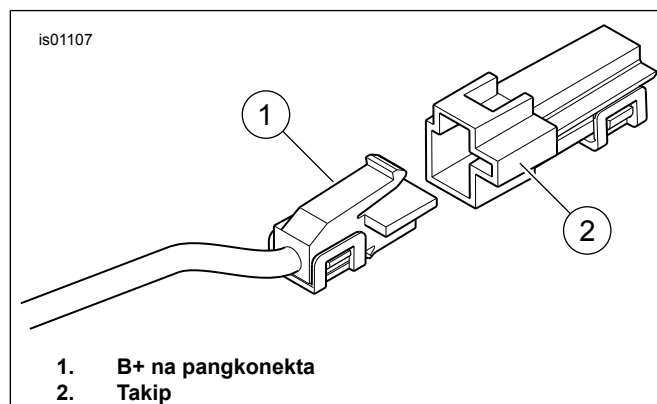

Figure 20. B+ na Pangkonekta
1. Tingnan ang Figure 20 . Hanapin ang B+ (positibo ng baterya) na pangkonekta (1) (isang pulang wire na may hindi pa nagagamit na gray na pangkonekta) sa pangunahing elektrikal na harness. Alisin ang takip (2) mula sa pangkonekta.